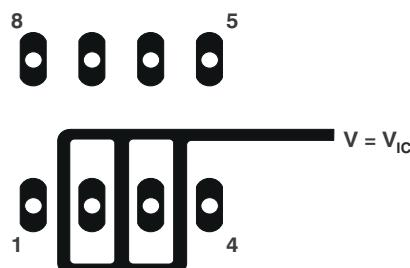
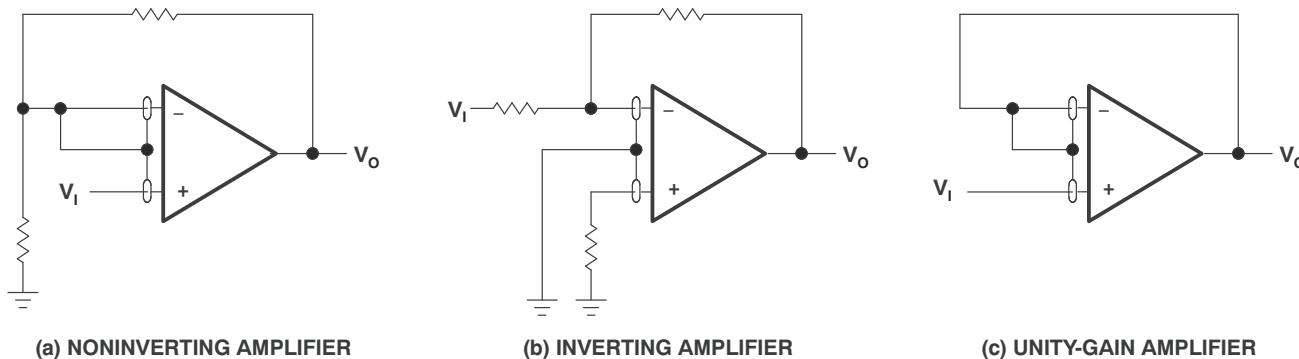

図 6-4. デバイス入力周辺の絶縁金属 (P パッケージ)
図 7-5. ガードリング方式
1. 他の潜在なリーケージ源からデバイスを絶縁します。デバイス入力の周囲および間には、接地されたシールドを使用してください (図 6-4 を参照)。入力に流れる可能性のあるリーケージはシャントされます。
TLC27L1 は、入力インピーダンスが非常に高く、バイアス電流要件が低いため、Low レベル信号処理に最適です。ただし、プリント基板とソケットでのリーク電流がバイアス電流要件を容易に上回る可能性があり、デバイスの性能劣化を招く可能性があります。ベストプラクティスとして、入力の周囲にガードリングを配置してください。(パラメータ測定情報のセクション内の図 6-4 と同様)。これらのガードは、同相モード入力と同じ電圧レベルの Low インピーダンスソースから駆動します(図 7-5 を参照ください)。